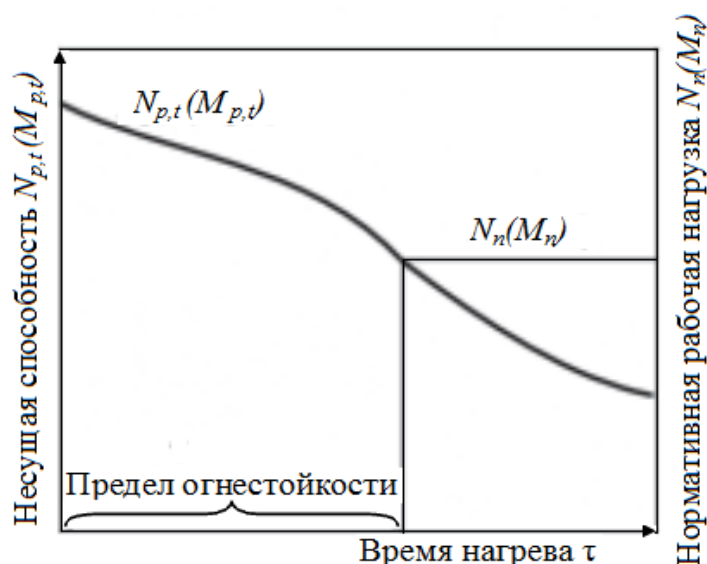

Рисунок 1
- график снижения несущей способности колонны (рис. 1);